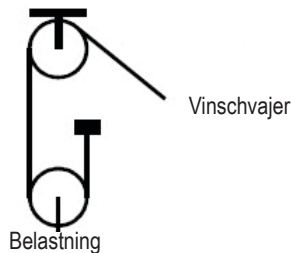

Bild 1b - Tvådelat lyftblock
-2 personer med en max. vikt på 280 kg (620 lbs) vid användning med ett tvådelat lyftblock (se bild 1b).